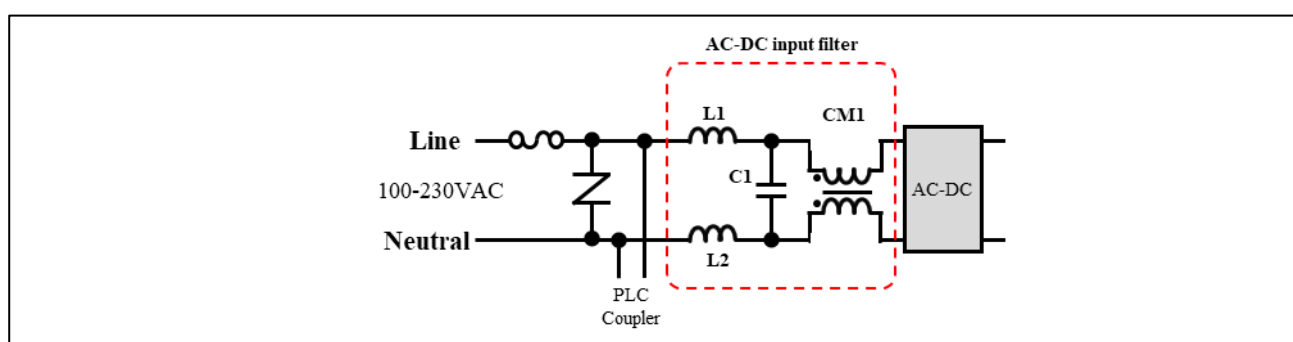

Figure 5-1 AC-DC 電源回路用入力フィルタの回路例
- ・ AC-DC 電源回路用入力フィルタの回路例を Figure 5-1 に、その回路定数例を Table 5-1 に示します。